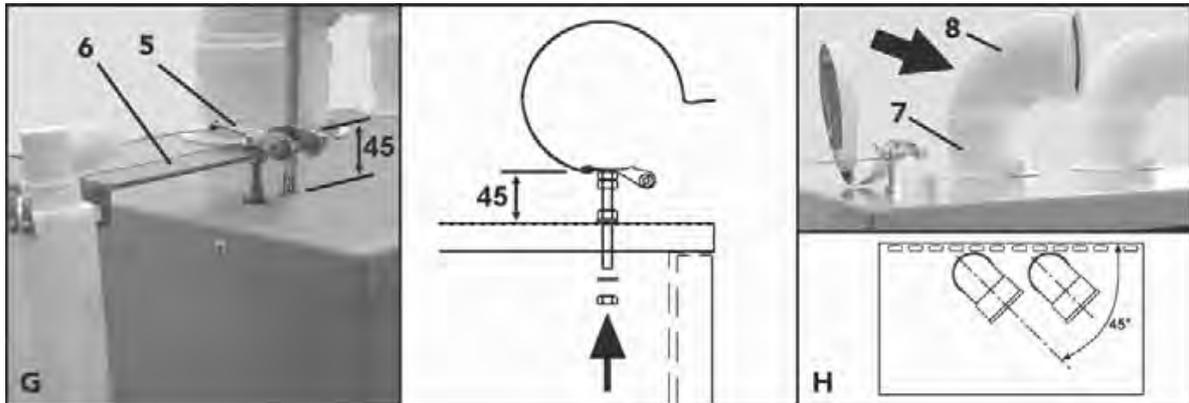

Рис. 29
- G** Зафиксируйте крепеж (5) общего дымохода, как показано на рисунке 29, используя отверстия в верхней части модуля - Рис. 29. Необходимо выдерживать размер 45 мм, приведенный на картинке G (Рис. 29) по отношению к первому модулю, увеличивая его на 5 мм с каждым последующим присоединенным к каскаду модулем, выдерживая тем самым приведенный на рисунке 26 угол наклона общего дымохода. Используя дополнительный крепеж (6), закрепите сифон общего дымохода возле первого модуля.
- H** Установите отводы 90° "ПАПА - МАМА" (8) на патрубках (7), повернув их на 45° по отношению к модулю (картинка H, Рис. 29). При монтаже котла **ECONCEPT 51/51i**, используйте один отвод под 90° и заглушку на второй патрубок общего дымохода.